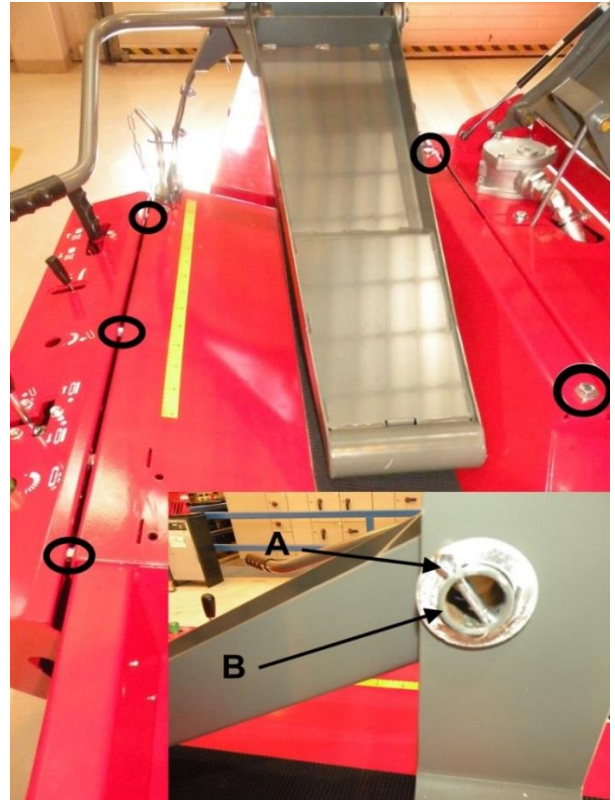

Рис. 17
2. Удалите Рис. 17 шплинт **A** стержня прижима, а также стержень **B**. Снимите весь механизм прижима бревна, а также крепежные болты (5 шт.) и защиту.